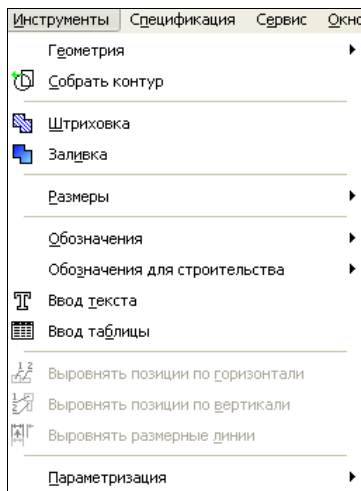

Рис. 3.7. Выпадающее меню пункта **Инструменты**
- ◆ **Инструменты** — содержит все команды для геометрических построений чертежа, простановки размеров, ввода размеров и текста (рис. 3.7);